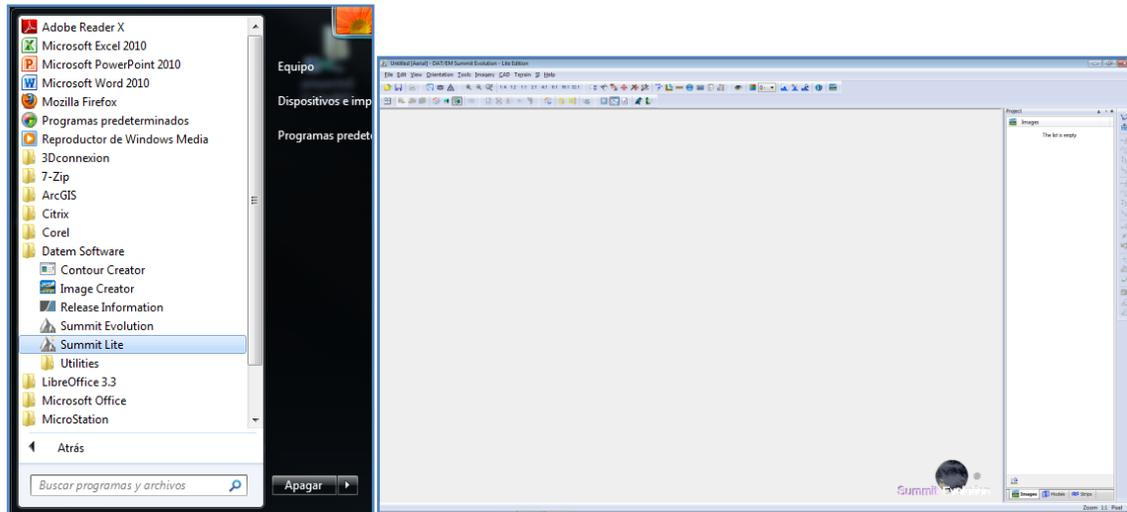

Figura 12. Inicio programa DAT/EM Summit Evolution – Lite Edition
4. Fije la ventana de Summit Evolution en el monitor SAMSUNG NVIDIA 3D VISION. (Ver Figura 12).